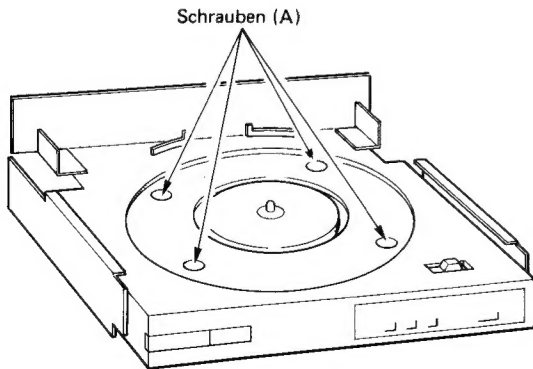

Abb. 10
- 2) Die vier Schrauben (A) entfernen. (Abb. 10)